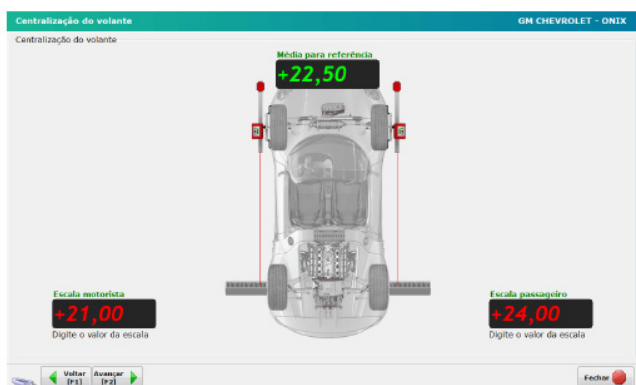
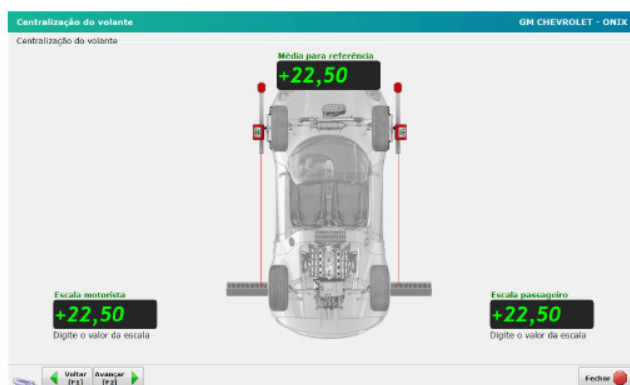

Figura 11 - centralização
Figura 12 - centralização ok
- Utilize a tela de Correção de volante para fazer o cálculo, só que dessa vez com as escalas encostadas nas rodas da frente. **Figura 11 e Figura 12.**
- No Softeck FC clique em Avançar [F5] para chegar na tela de Correção de volante, digite nos campos os valores das escalas, depois de um clique em ENTER conforme a **Figura 11.** O resultado aparece no campo central na cor verde.
- Faça agora um ajuste fino nos terminais de direção de cada lado da Convergência para o resultado central de cor verde. **Figura 12.**